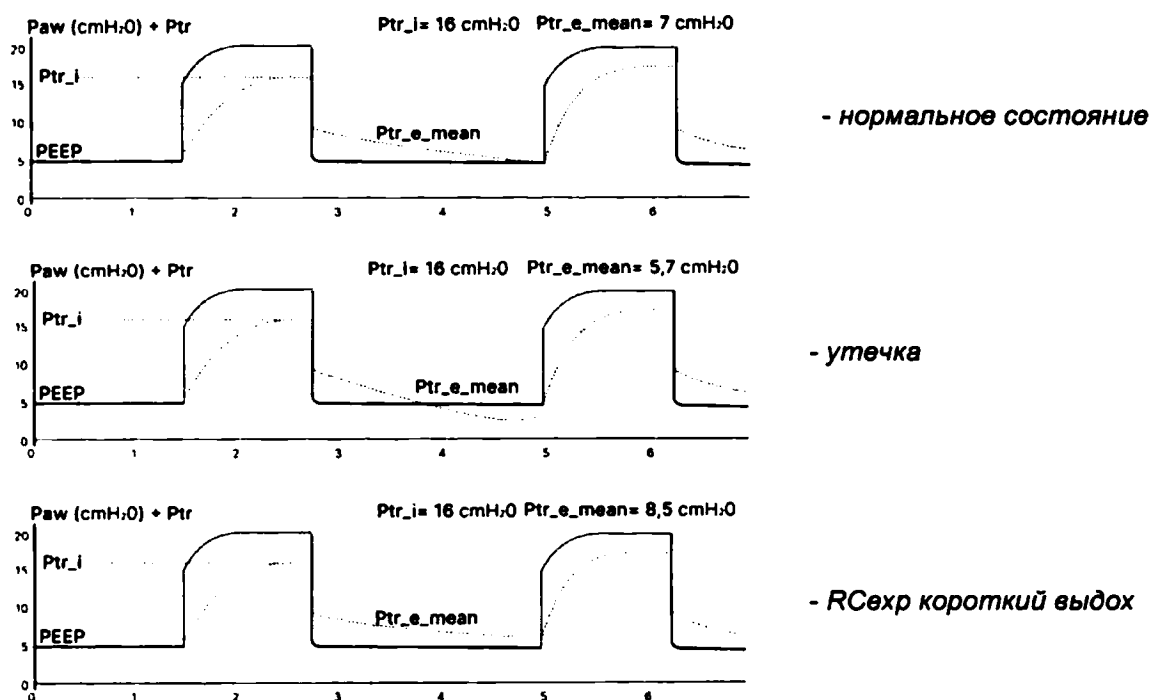

Рисунок 9.34 – Кривая P_{aw} с наложением расчетной кривой давления в трахее
- 9 Аппарат будет отображать кривую давления в дыхательных путях P_{aw} с наложением кривой расчетного давления в трахее и отображением расчетных значений давления в трахее на вдохе Ptr_i и среднего давления в трахее на выдохе Ptr_e mean (см. рисунок 9.34).